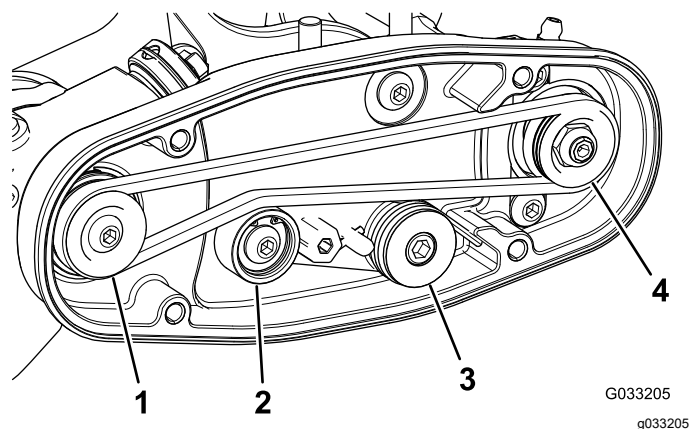

图 25
- A. 先缠绕**驱动**皮带轮周围的皮带然后再缠绕总轮皮带轮顶部上方的皮带 图 25。
- B. 启动从动皮带轮上的皮带 图 25。